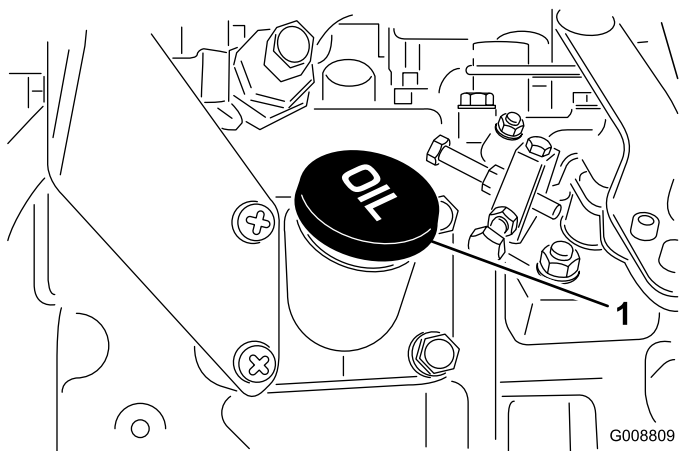

図 52
4. 不足している場合安全範囲よりも下は、補給管についているキャップ図 52を取り、Full 位置までオイルを補給する。